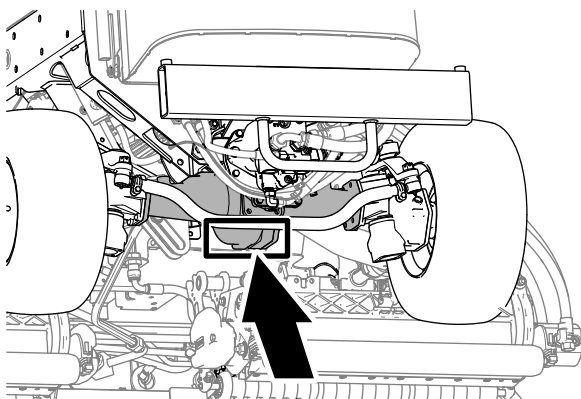

Figura 100
- Parte trasera de la máquina: en el centro del eje (Figura 100)